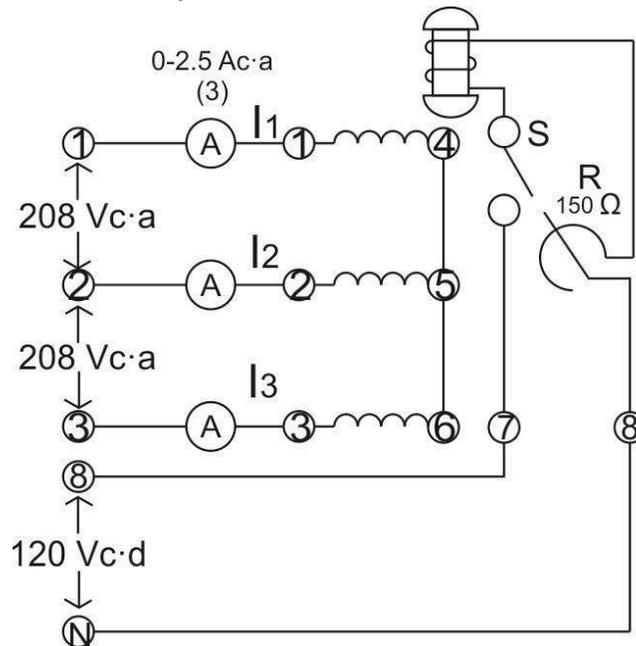

Figura 1
6. Puesto que se requiere una velocidad constante de funcionamiento, se usará el motor síncrono para impulsar mecánicamente al generador de c-d. Conecte el circuito que se ilustra en la figura 1, utilizando los Módulos EMS de fuente de alimentación, medición de c-a y motor síncronico.